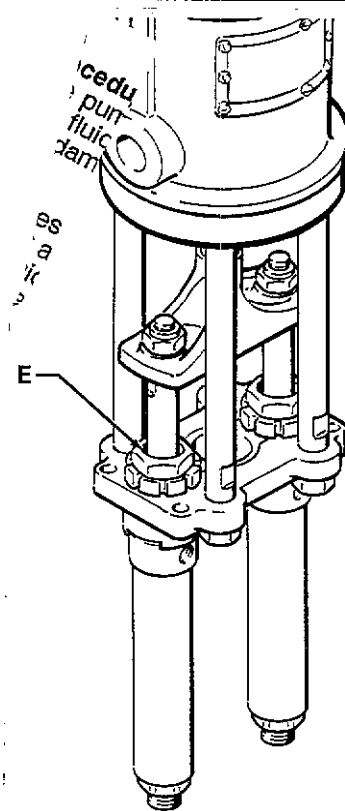

Fig. 2
Mantener la copela de prensaestopas (A) llena de Líquido de Estanqueidad Graco para toberas (TSL) para prolongar la duración de vida de la empaquetadura. Comprobar semanalmente el apriete de la tuerca de la empaquetadura. Debe estar lo suficientemente apretada como para impedir las fugas, pero no más. Ver Fig. 2. Seguir siempre la **Advertencia del Procedimiento de Descompresión** de la página 2 antes de ajustar la tuerca de la empaquetadura.